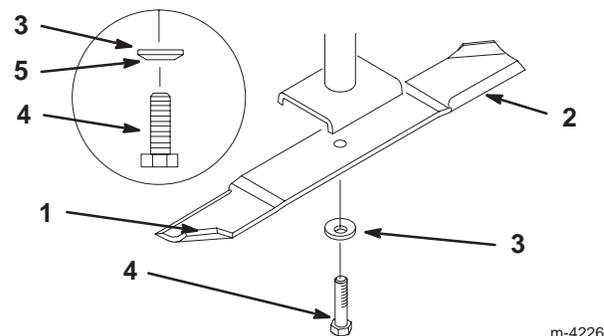
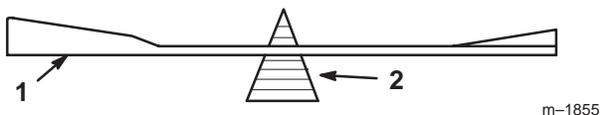

Bild 31
Bild 33
Halten Sie das Ende des Messers mit einem stark wattierten Handschuh oder wickeln Sie einen Lappen um es herum. Entfernen Sie die Messerschraube, Federscheibe und das Messer von der Spindelwelle (Bild 31).
- Überprüfen Sie die Auswuchtung des Schnittmessers auf einer Ausgleichsmaschine (Bild 33). Wenn das Schnittmesser in seiner horizontalen Position bleibt, ist es ausgewuchtet und kann wiederverwendet werden. Feilen Sie, wenn das Schnittmesser nicht ausgewuchtet ist, vom Flügelbereich des Messers etwas Metall ab (Bild 31). Wiederholen Sie diesen Vorgang, bis das Messer ausgewuchtet ist.
- Bringen Sie das Messer auf der Spindelwelle an (Bild 31).
- Bringen Sie die Flach-, Sicherungsscheibe und die Messerschraube an (Bild 31).